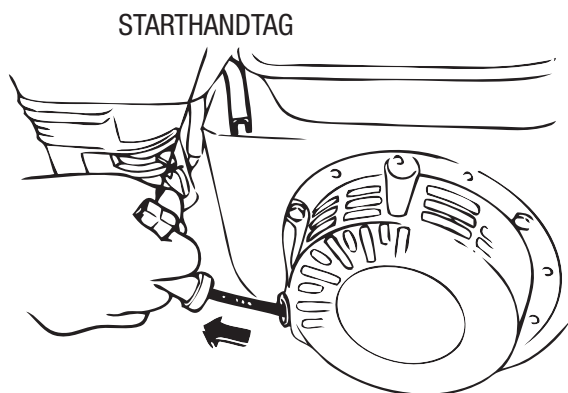

Bild 13. Starthandtag
6. Fatta starthandtaget (bild 13) och dra ut det långsamt. Motståndet blir svårast i en viss position, motsvarande kompressionspunkten. Dra snabbt och mjukt i starthandtaget för att starta.